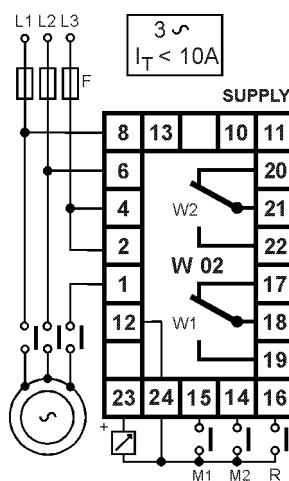

Fig. 8
Seguire lo schema di fig.8
- a) Se I_t è minore di 10A si può usare l'inserzione diretta (v. schemi di fig.8 e 10.)
Tensione motore 400Vac, $I_t=3,5A$ (fig.8). Dalla tabella A si ricava che si deve porre RANGE per 5A e si vedrà che la potenza del motore è minore a quanto indicato nell'ultima colonna (valori pratici della potenza).
Follow diagramme of fig.8
- a) If I_p is lower than 10A the device is by direct insertion connected (fig.8 and 10)
Motor Voltage 400Vac $I_p=3,5A$ (fig.8).